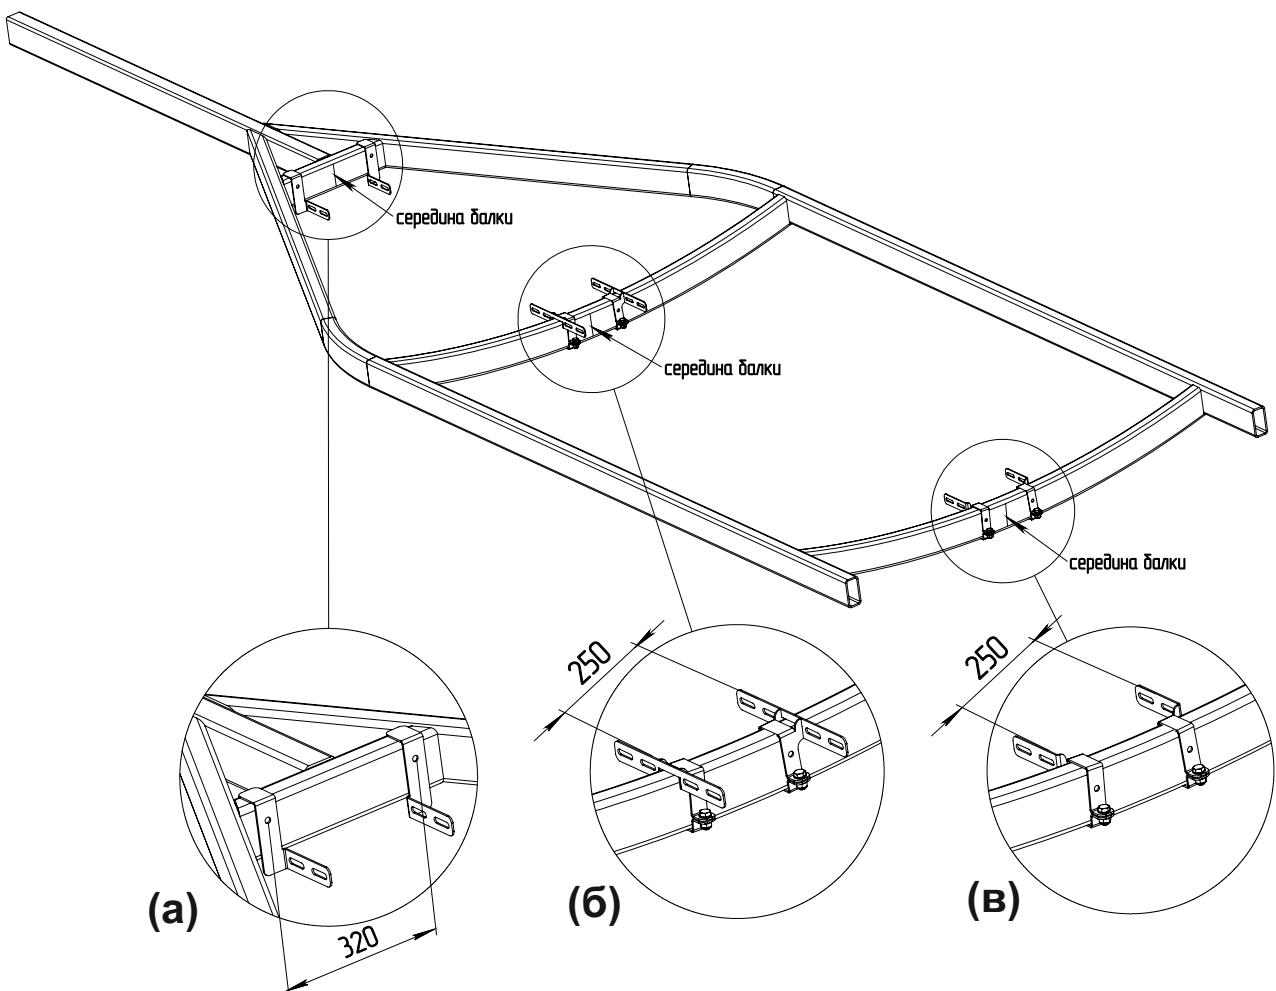

рис. 2
1. С помощью маркера и рулетки отметьте середину на поперечных балках прицепа, как показано на (рис. 2).
2. На переднюю поперечину, симметрично относительно оси, приложите передние кронштейны и отметьте место для сверления отверстий на расстоянии 320 мм, как показано на (рис. 2а).
4. Установите (не затягивая) большие и малые кронштейны с помощью крепежа из комплекта, как показано на (рис. 2б и 2в).